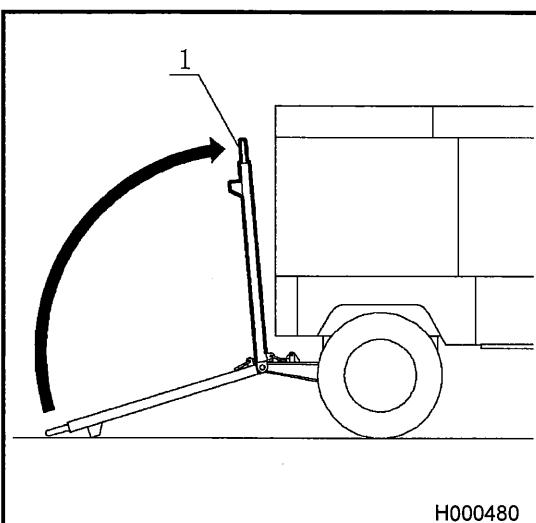

図 1
- ①タイヤが真直ぐになるようにドローバ “1” を機体正面に向けてください。
- ②ストッパ “4” がロック位置にある状態で、フック “3” がホルダ “2” に掛かるまでドローバ “1” を立ち上げてください。 (図 1 参照)
- ③フック “3” がホルダ “2” に確実に掛かっていることを確認してください。
- ④ストッパ “4” の位置がロック位置にあることを確認してください。 (図 1 参照)